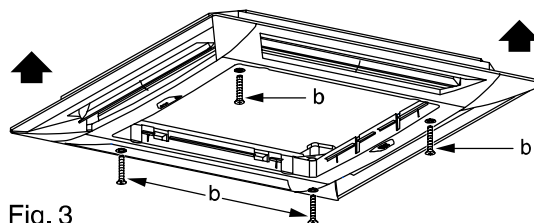

Fig. 3
- Visser les vis de fixation (Fig. 3 rep. b) équipées de rondelles anti-perte aux quatre coins.
- Install the four attaching screws with retention washers (Fig. 3 item. b) in each corner.
- Die mit Sicherungsscheiben versehenen Befestigungsschrauben (Abb. 3, Pos. b) an den vier Ecken einschrauben.